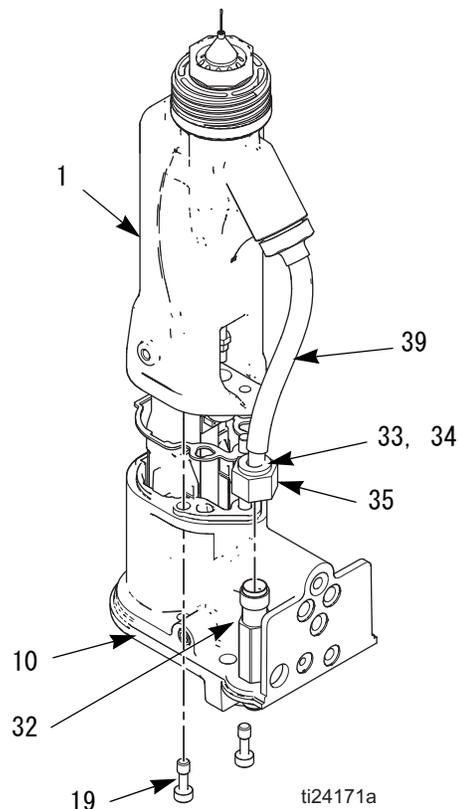

図 24. バレルの取り外し
- 流体の取り付け金具ナット（35）を注意深くゆるめます。チューブ（39）を取り付け金具（32）から引き出します。フェール（33、34）とナットの両方がチューブに付いたままであることを確認してください。図 24 を参照してください。
- 2 本のネジ（19）をゆるめます。図 24 を参照してください。
- 片手でガン本体（10）を持って、真つすぐに本体からバレル（1）を引き抜きます。図 24 を参照してください。